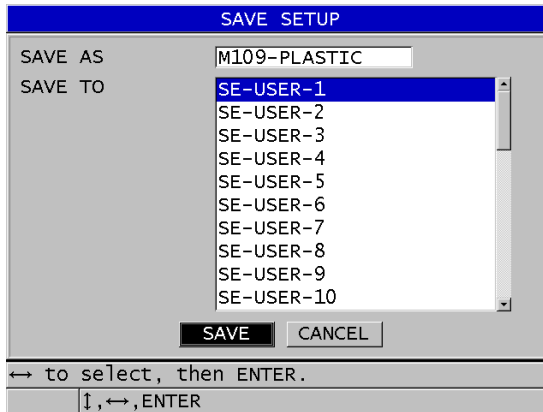

図 13-17 カスタムセットアップの保存
4. セットアップ保存画面で、以下の操作を行います（258 ページの図 13-17 を参照）。